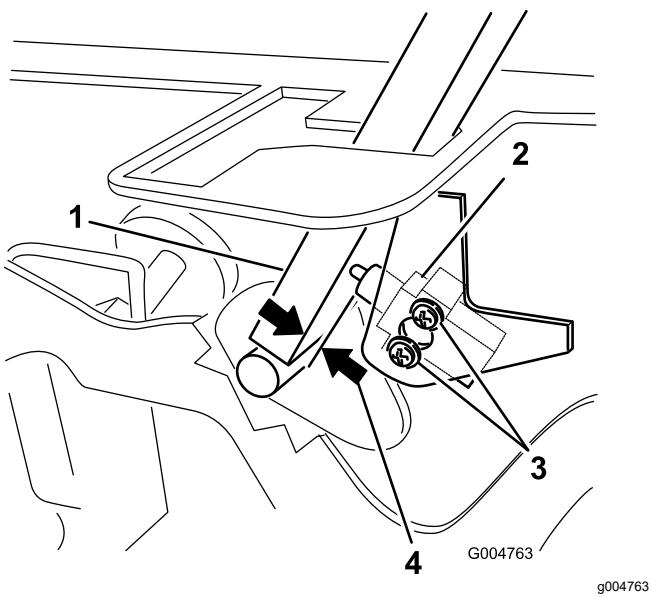

Figure 47
3. Desserrez les 2 vis de fixation du contacteur de sécurité (Figure 47).
4. Maintenez le levier de commande contre le cadre et rapprochez le contacteur du levier jusqu'à ce qu'ils soient espacés de 0,4 à 1 mm (0,015 à 0,045 po), comme montré à la Figure 47.